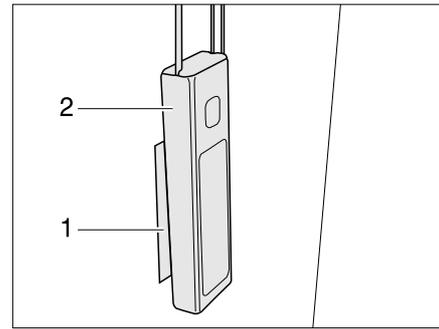

Bild 70 Schnurbeschwerer
- Schnurbeschwerer (Bild 70,2) auf den Klettverschluss (Bild 70,1) drücken.
- Schnurbeschwerer (Bild 70,2) vom Klettverschluss (Bild 70,1) abnehmen.